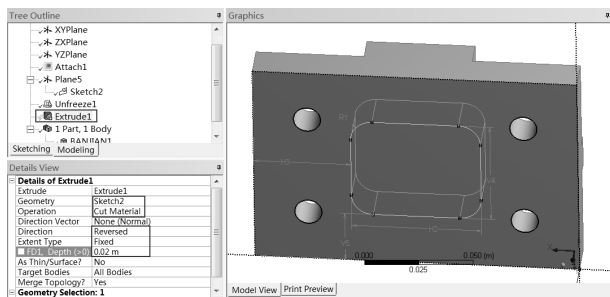

图 2-92 设置 Details of Extrude1
Step13：如图 2-92 所示，单击工具栏中的 Extrude 按钮，在 Details View 面板中